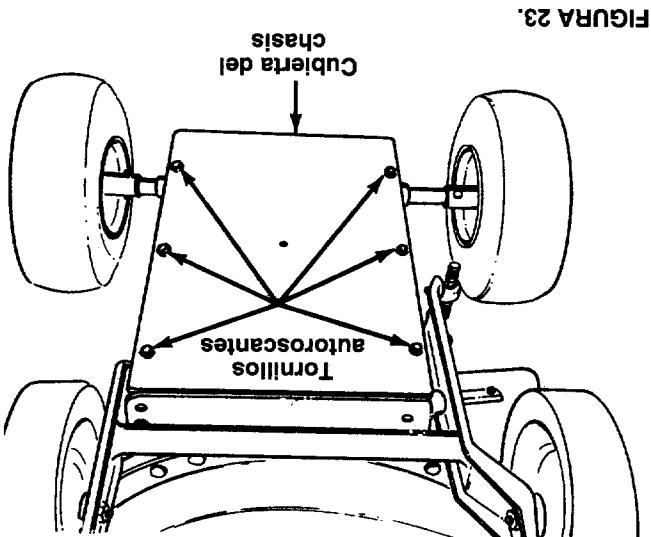

FIGURA 23.
- Retire la cubierta del chasis retirando seis tornillos autoroscantes de la parte inferior de la astilladora-aspidera. Vea la figura 23.